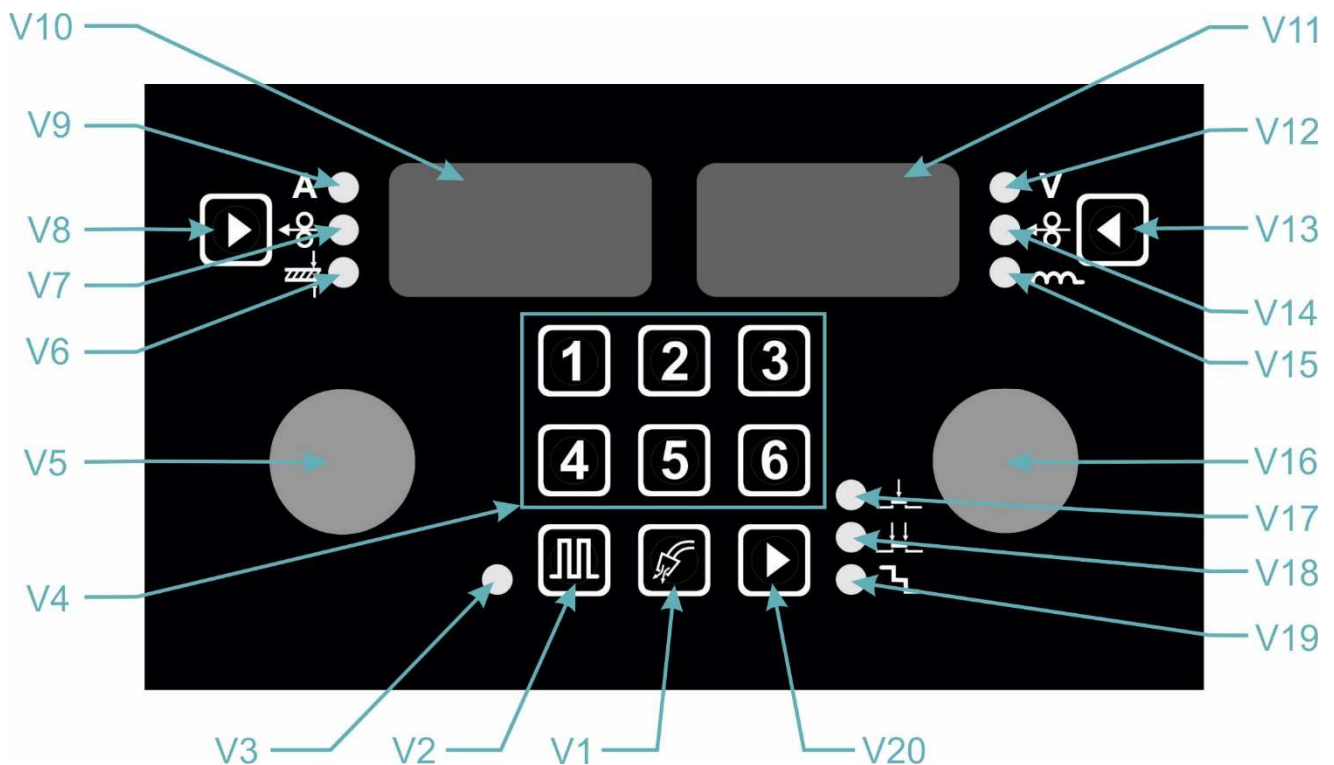

Figure 8 – Panneau de commande
2. Appuyez sur le bouton **V1** (fig. 8) sur le panneau principal pour enclencher le robinet de gaz. Si la pression du bouton est inférieure à 3 s, le robinet de gaz se ferme après le relâchement du bouton. Si la pression sur le bouton est supérieure à 3s, le robinet de gaz est coupé après environ 20s ou après l'appui sur n'importe quel autre bouton.